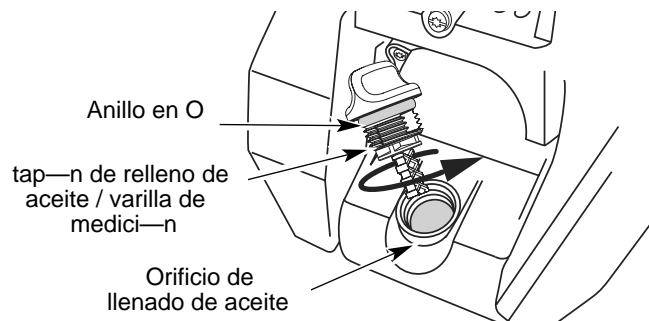

Fig. 53
6. Si el nivel est¼ bajo, agregue una peque-a cantidad de aceite en el orificio de llenado de aceite y vuelva a medir (Fig. 53). Repita hasta que el nivel de aceite llegue hasta la parte superior de la varilla de medici-n
NOTA: Verifique que el anillo en O est¼ en su lugar en el tap-n de relleno de aceite / varilla de medici-n cuando mida y cambie el aceite (Fig. 53).